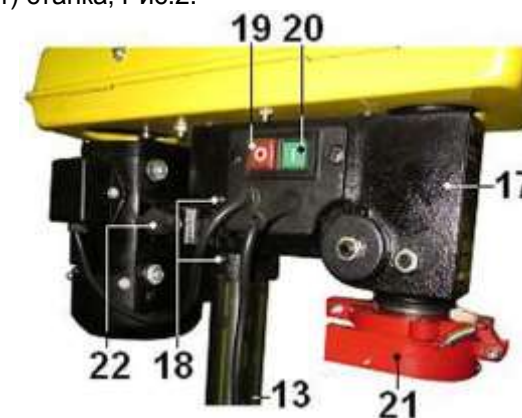

Рис. 3
9.4. Аккуратно установите на колонну (13) шпиндельную головку станка (17), Рис.3, предварительно ослабив винты фиксации (18), Рис.3. Поворачивая шпиндельную головку (17) на колонне (13), Рис.3, убедитесь, что она «села» до упора. Положение шпиндельной головки зафиксируйте винтами фиксации (18), Рис.3.
10.3. Станок оснащен магнитным пускателем, предотвращающим самопроизвольное включение после отключения питания, Рис.3. Включение станка производится нажатием на зелёную кнопку (20), отключение станка производится нажатием на красную кнопку (19), Рис.3.
10.6. При открытии верхнего кожуха (8) ременной передачи, Рис.2,8, произойдет размыкание конечного выключателя (37), и станок отключится. Включение станка возможно только после закрытия верхнего кожуха (8) ременной передачи, Рис.2,8 и нажатия на зелёную кнопку включения (20), Рис.3. (см. п.10.3.). Если станок не включается, выполните регулировку положения кулачка (38).